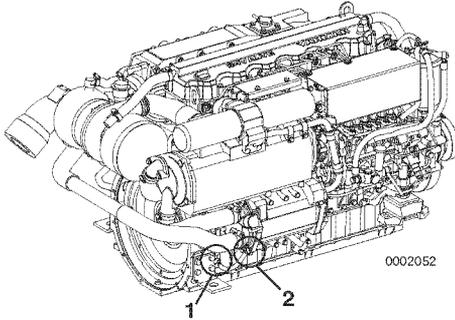

Abbildung 5
1. Vier Wasserablasshähne/-stopfen schließen (zwei für Motorkühlmittel und zwei für Seewasser) (**Abbildung 5, (1) und (2)**) und (**Abbildung 5, (3) und (4)**).